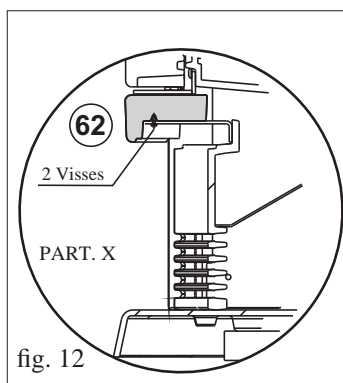

fig. 12
- Dévisser, avec la clé à six pans fournie, les vis de blocage de la grille inférieure en fonte (4) et l'enlever.
- Positionner la façade (62) et la fixer avec les 2 vis M6x12 (en utilisant la clé à six pans) comme indiqué dans le détail "X" (fig. 12).